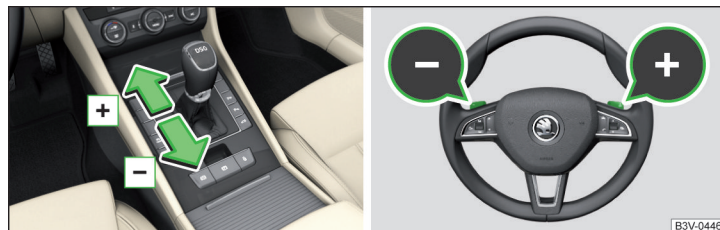

Fig. 265 Maneta selectorului de viteze/volanul multifuncțional
➤ Pentru **comutare** trageți scurt unul din comutatoarele basculante  /  spre volan » fig. 265.
- Pentru **schimbare în sus**, apăsați scurt maneta selectorului spre înainte  sau trageți scurt comutatorul basculant  spre volan » fig. 265.
- Pentru **schimbare în jos**, apăsați scurt maneta selectorului spre înapoi  sau trageți scurt comutatorul basculant  spre volan » fig. 265.